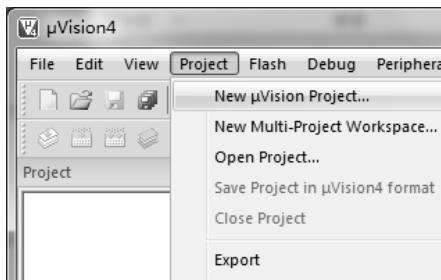
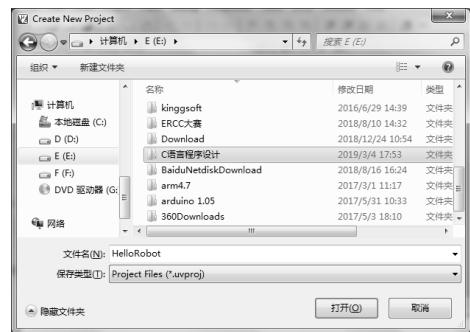

图 1-8 “Project” 菜单
图 1-9 “Create New Project” 对话框
(1) 单击“Project”菜单，会出现如图 1-8 所示的菜单画面，选择“New μVision Project...”命令，将出现如图 1-9 所示的对话框。在对话框目录栏中选择项目文件的存储目录，双击选中的目录或者单击“打开”按钮，或者直接在文件名中输入文件名，“打开”按钮会自动变为“保存”按钮。